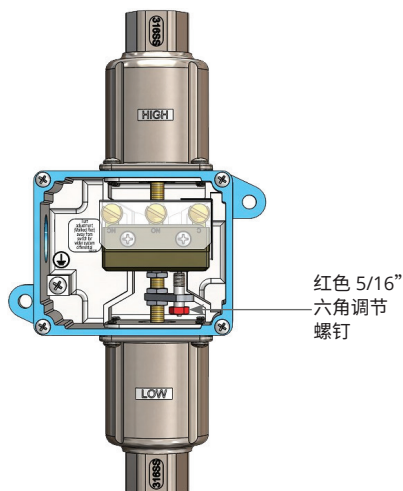

图 1
- 2 调节设定点，顺时针转动红色调节螺丝 (见图 1) 可调高设定点，逆时针可调低设定点。进行调节时，不得超过耐差压，否则可能造成设定点漂移。
- 2 调节每个下降设定点，顺时针转动调节螺丝 (见图 1) 可调高每个设定点，逆时针可调低每个设定点。下降设置保持不变。